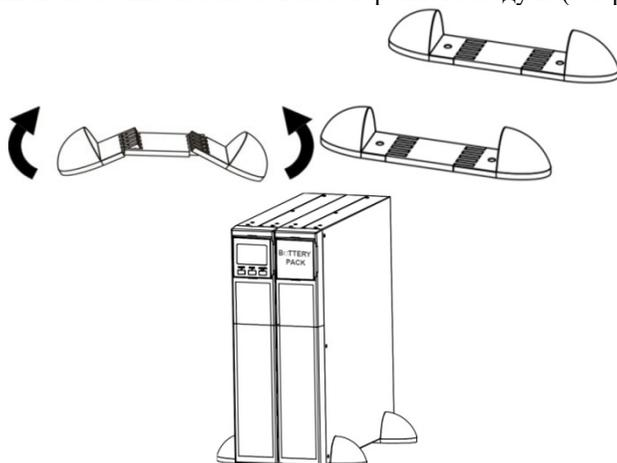

Рисунок 9 – Порядок установки ИБП совместно с БМ в вертикальное напольное (настоельное) положение
**7.1.5** Установку ИБП совместно с БМ в вертикальное положение следует производить аналогично п.7.1.4 при помощи кронштейнов для вертикальной установки и длинных вставок кронштейнов из комплекта поставки батарейного модуля (см. рисунок 9).